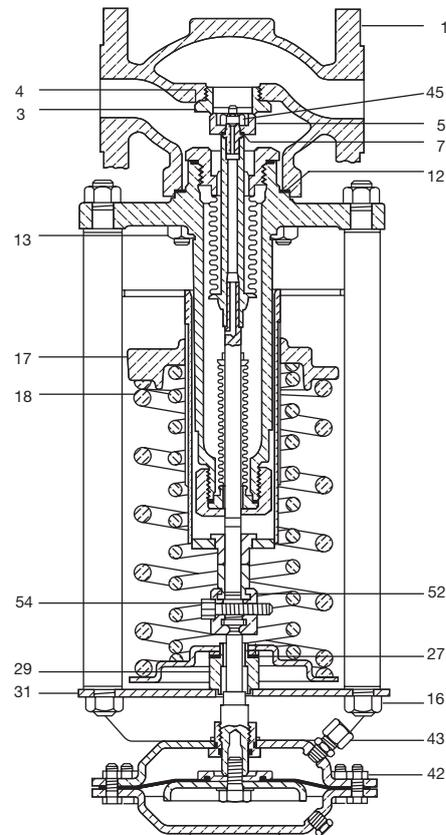

Bild 13: DN25 - DN50 (Teil 42 nicht sichtbar)
- Der Entlastungsbalg (10) kann nun auf Schäden kontrolliert und gegebenenfalls ausgetauscht werden.
- Graphitpaste auf das Gewinde des Abdichtungsbalgs (20) auftragen, mit dem dieser mit dem Entlastungsbalg (10) verbunden wird.
- Kegel (5) ist auf Schäden zu kontrollieren und gegebenenfalls zu wechseln.
- Anschließend Kegel und Sicherungsmutter zusammenbauen. Dazu ist eine neue Dichtung (7) zu verwenden. Kegel (5) so festziehen, dass er kein Spiel hat.
- Entlastungsbalg (2) in den Befestigungsflansch (2) einsetzen, dazu eine neue Dichtung (11) verwenden.
- Beim Zusammenbau von Befestigungsflansch (29) und Gehäuse (1) ist eine neue Dichtung (12) zu verwenden. Muttern (13) mit dem Drehmoment, wie in Abschnitt 4.2 empfohlen, festziehen.
- Druckmessleitung mit der Schneidringverschraubung (43) des Antriebs verbinden.
4.4.5 Kegel und Sitz erneuern (siehe Bild 13)
- Sollwert-Stellmutter (17) so stellen, dass die Feder (18) vollständig entlastet ist.
- Muttern (13) lösen und entfernen, dann Befestigungsflansch mit dem Unterbau vom Ventilgehäuse (1) entfernen.
- Kegel (5) und Sitz (3) sind auf Schäden zu kontrollieren und gegebenenfalls zu wechseln.
- Sicherungsmutter (45), Kegel(5) und Dichtung (7) (nur bei Nennweiten von DN25 – DN100) entfernen.
- Anschließend neuer Kegel (5) und Sicherungsmutter (45) zusammenbauen. Dazu ist eine neue Dichtung (7) zu verwenden. Kegel (5) so festziehen, dass er kein Spiel hat.
- Befestigungsflansch (2) an das Ventilgehäuse (1) montieren. Dazu eine neue Dichtung (12) verwenden.
- Muttern (13) mit dem Drehmoment, wie in Abschnitt 4.2 empfohlen, festziehen.
4.4.6 Austausch des Nadellagers (siehe Bild 13)
- Laternenmutter (16) lösen und entfernen, anschließend Trägerplatte (31), Federtasse (29) und Nadellager (27) ebenfalls demontieren.
- Neues Nadellager (27) in der korrekten Einbaulage einsetzen. Wenn notwendig, entsprechende Stellen neu einfetten.
- Trägerplatte (31) einsetzen und Laternenmutter mit den Drehmomenten, wie in Abschnitt 4.2 aufgezeigt, anschrauben.
- Antrieb montieren, dabei auf die korrekte Einbaulage der Kupplung (52) achten. Mit der Inbusschraube (54) Kupplung festschrauben.
- Antrieb mit den Muttern (42) an die Trägerplatte schrauben. Drehmomente, siehe Abschnitt 4.2.